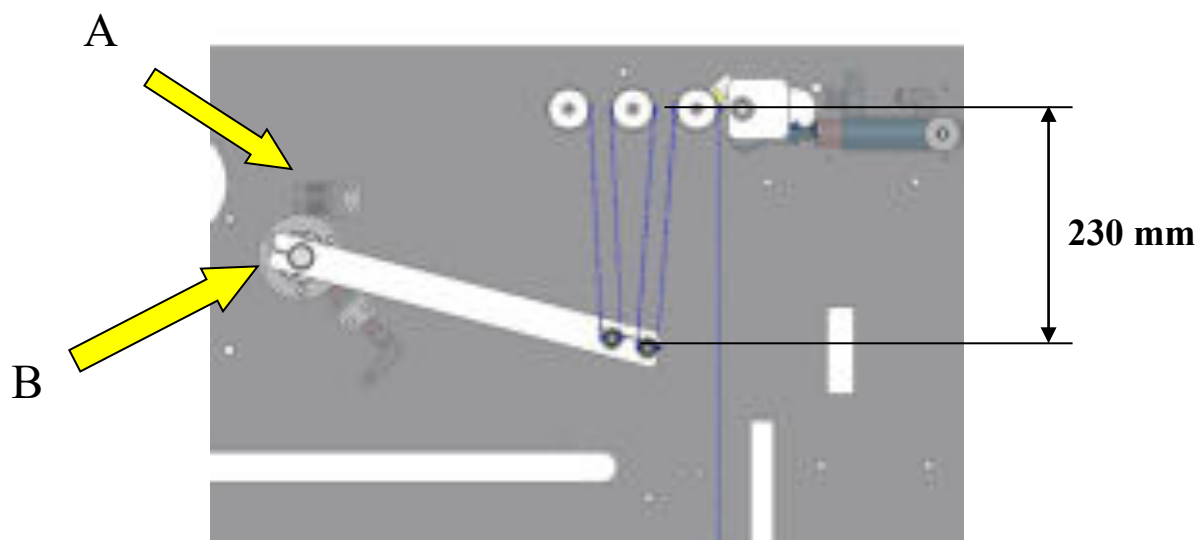

Figure 7
- Positionner le levier d'arrêt contre l'amortisseur (**fig. 7, Réf. A**)
- Positionner le bras dérouleur supérieur à 230 mm environ du rouleau supérieur (**fig. 7**) en agissant sur l'étai de blocage (**fig. 7, Réf. B**).